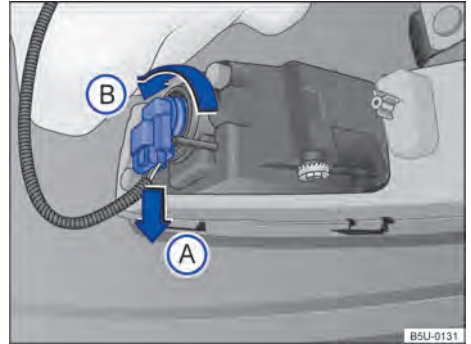

Fig. 182 Atrás do para-choque dianteiro: acesso à lâmpada incandescente do farol de neblina.
- 2 Desencaixar o conector de alimentação da lâmpada → **Fig. 182** no sentido da seta [A], pressionar, ao mesmo tempo, a trava de fixação do conector.
- 3 Girar o soquete da lâmpada → **Fig. 182**, no sentido anti-horário da seta [B], e desencaixá-lo do alojamento.